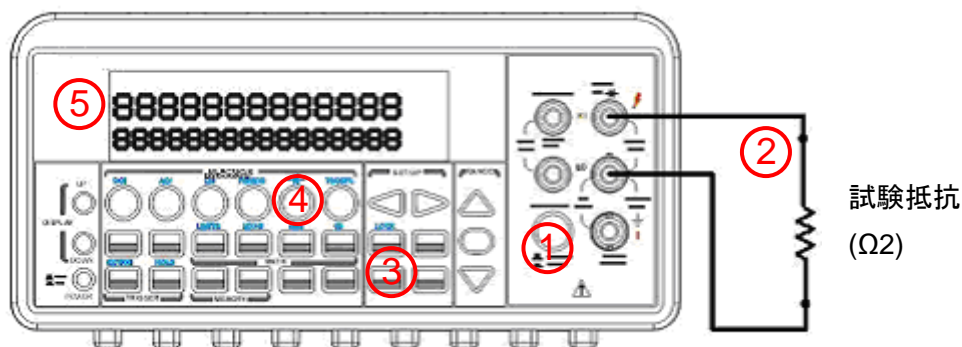

図 3-10
- ① 前面パネルまたは背面パネルの入力信号を選択します。
- ② 図 3-10 に示すようにテストリードを端子に接続します。
- ③ CONFIG、CONT ボタンを順に押して抵抗のしきい値を設定します。初期設定を使用する場合は、次のステップに進んでください。設定ができたなら ENTER ボタンを押します。
- ④ CONT ボタンを押します。
- ⑤ 測定値がディスプレイに表示されます。テスト抵抗がしきい値以下の場合、マルチメータのビープ音が鳴ります。